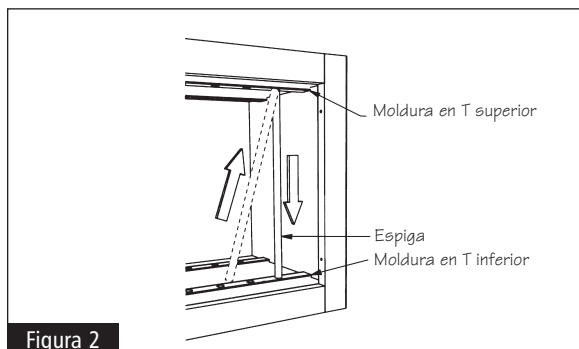

Figura 2
- 1** Para extraer la espiga del gabinete, levante la espiga hacia la moldura en T y, primero, quite la parte inferior de la espiga. Vea la Figura 2.
- 3** Inserte un extremo de la espiga completamente en la moldura en T superior y, luego, inserte el otro extremo en la parte inferior de la moldura en T. La espiga debe deslizarse hacia abajo para poder colocarla en la parte inferior de la moldura en T sin que sobresalga por la parte superior. Vea la Figura 2.